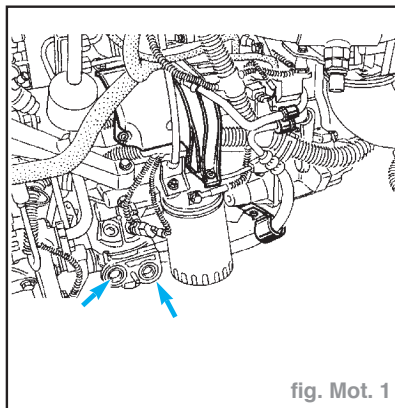

fig. Mot. 1
- Dévisser la bride de fixation des tuyaux d'échangeur d'huile au niveau du support de filtre à huile (changer les joints au remontage) (fig. Mot. 1).